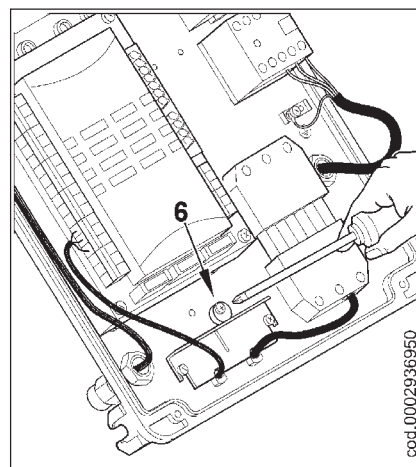

图 3
- 3) 将电缆压板放回原位（图3）。旋转凸轮（6）使压板压紧两根电缆，然后拧紧固定压板的螺丝。最后，连接7孔接头和调节控制电缆。